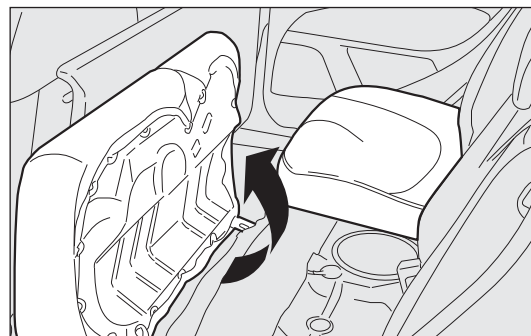

fig. 100
### Ampliamento parziale (1/3 oppure 2/3) fig. 100 (per versioni/mercati, dove previsto)
- ribaltare i cuscini in avanti nel senso indicato dalla freccia fig. 100;